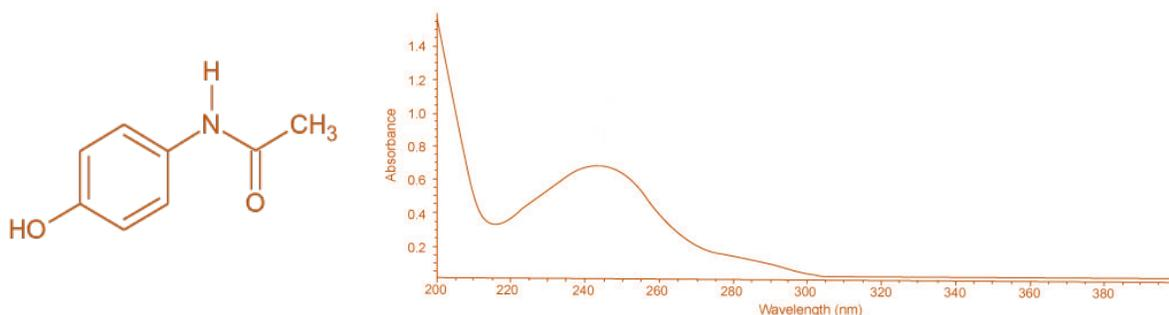

Figura 1. Estructura del paracetamol (acetaminofeno) y su espectro UV-Visible
**Figura 1.** a. Reacción entre Fe(II) y 1,10-fenantrolina, b. Espectro UV-Visible del complejo  $Fe(fen)_3^{2+}$ . El máximo de absorción se da a  $\lambda = 510$  nm y posee una absorptividad molar de  $11.100 \text{ L.mol}^{-1}.\text{cm}^{-1}$ .